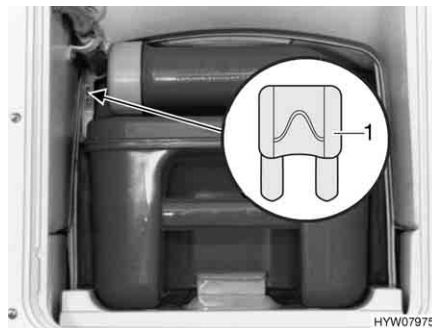

Fig. 123 Fusible des toilettes Thetford
- Changer le fusible (Fig. 123,1).